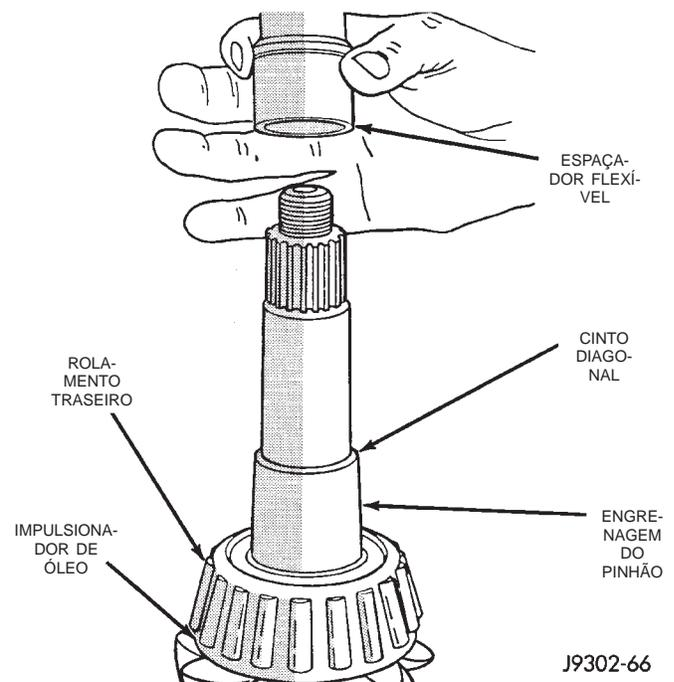

Fig. 12 Espaçador de Pré-Carga Flexível
- (1) Instale um novo espaçador de pré-carga flexível no eixo do pinhão (Fig. 12).
- (2) Se a engrenagem do pinhão foi removida, instale a engrenagem do pinhão na carcaça.